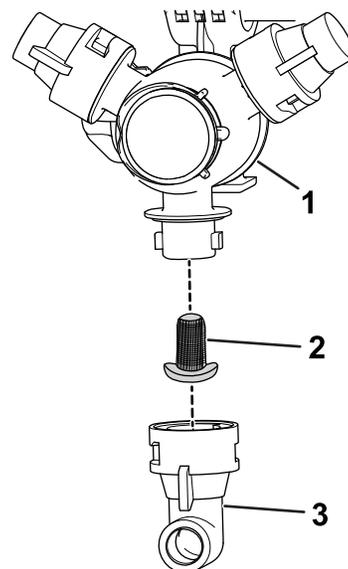

Figura 98
2. Retire o bico da cabeça de pulverização (Figura 98).
3. Retire o filtro do bico antigo (Figura 98).
4. Instale o novo filtro do bico (Figura 98).
5. Instale o bico na cabeça de pulverização (Figura 98).